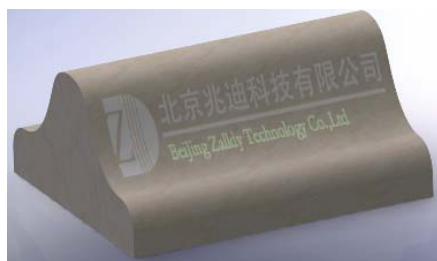

图 8.6.9 最终渲染效果
Step5. 渲染并保存文件。选择下拉菜单 **PhotoView 360** → **最终渲染(F)** 命令, 系统弹出“最终渲染”窗口; 单击窗口中的 **保存图像** 按钮, 系统弹出 **Save Image** 对话框, 在下拉列表中选择文件保存的路径为 D:\sw15\work\ch08.06\ok\。在 **文件名(N):** 后的文本框中设置图像文件名为 block, 在 **保存类型(T):** 后的下拉列表中选择 **Windows BMP (*.BMP)** 选项, 单击 **保存(S)** 按钮, 最终渲染效果如图 8.6.9 所示; 单击 **✕** 按钮, 关闭“最终渲染”窗口。